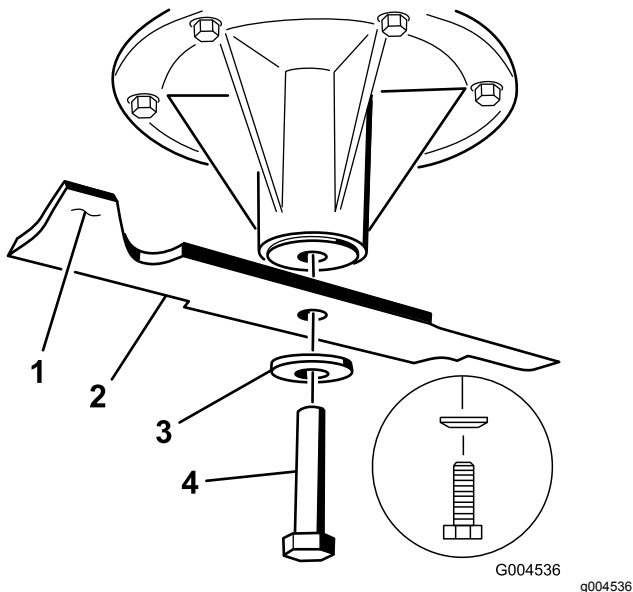

Figura 91
2. Togliete il bullone sinistro e centrale, la rondella curva e la lama dall'asse del fusello (**Figura 91**).
3. Se la lama non è bilanciata, limate del metallo soltanto dalla costa (**Figura 91**).